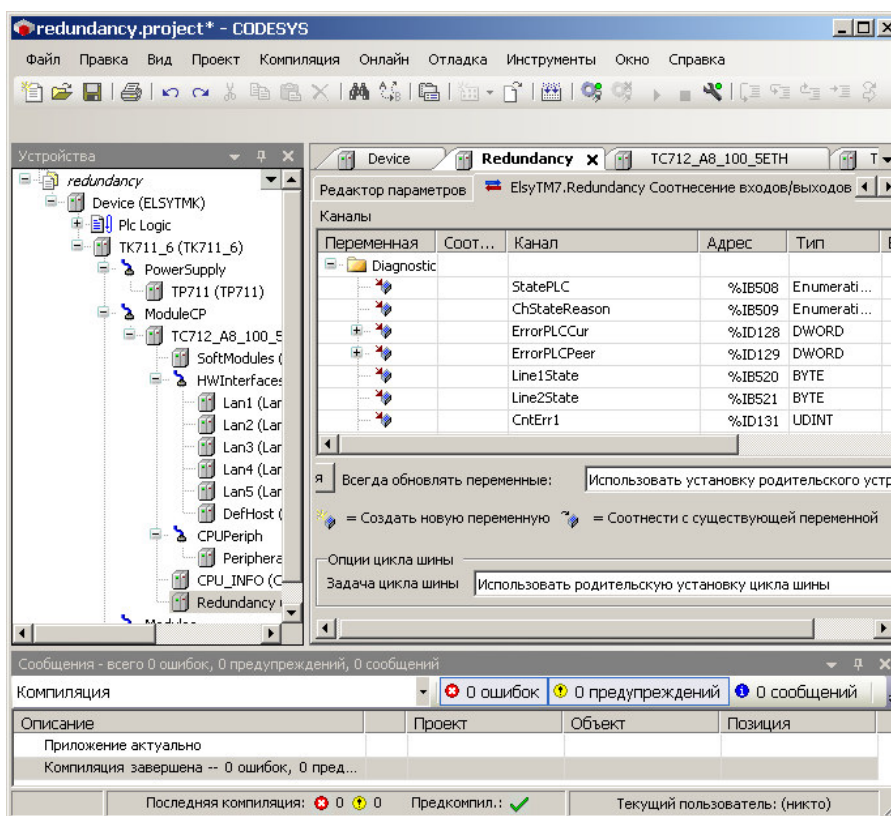

Рисунок 12 - Устройство Redundancy - Вкладка «ElsyTM7.Redundancy Соотнесение входов/выходов»
2. Выбрать вкладку **Соотнесение входов/выходов** (Рисунок 12);